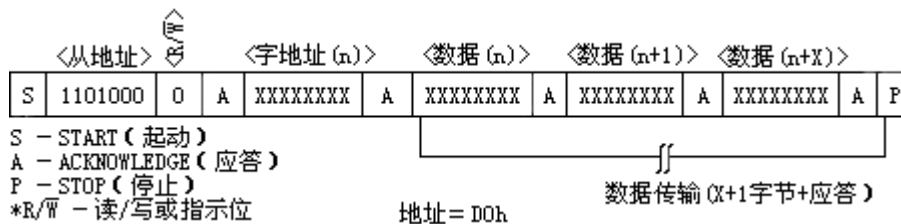

图 6 数据写—从器件接收模式
1、从接收器模式（写 **DS1307** 模式）器件通过 SDA 和 SCL 接收串行数据和时钟。在接收到每一个字节后，就发送一个应答位，而 START 和 STOP 为串行传递的始末端。在接收到从地址和方向位（见图6）后，硬件自动执行地址识别。在主器件产生起动（START）条件后，DS1307 接收到的第一个字节是地址字节，此地址字节包含有7 位的 DS1307 地址：1101000，跟随在指示位（R/~W）之后（此时为写操作，该位为 0）在收到并译出地址信息后，器件就在 SDA 线上输出应答位。在 DS1307 识别从地址+写入位后，主器件将发送一个寄存器地址到 DS1307，以此在 DS1307 上设置寄存器指针，之后，主器件将开始发送数据字节（DS1307 在接受完每个字节之后都将返回一个应答位），所有数据字节传输完成后，主器件将产生一个停止（STOP）条件来中断数据的写入。